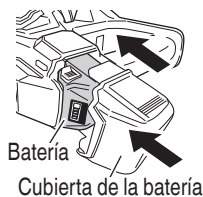

Fig. 24
- (2) Acople la batería y la cubierta de la batería (Fig. 24).
- (10) Acople la batería y la cubierta de la batería (Fig. 24).
- (4) Acople la batería y la cubierta de la batería (Fig. 24). Realice una operación en seco rápida para asegurarse de que no hay anomalías al operar la herramienta.